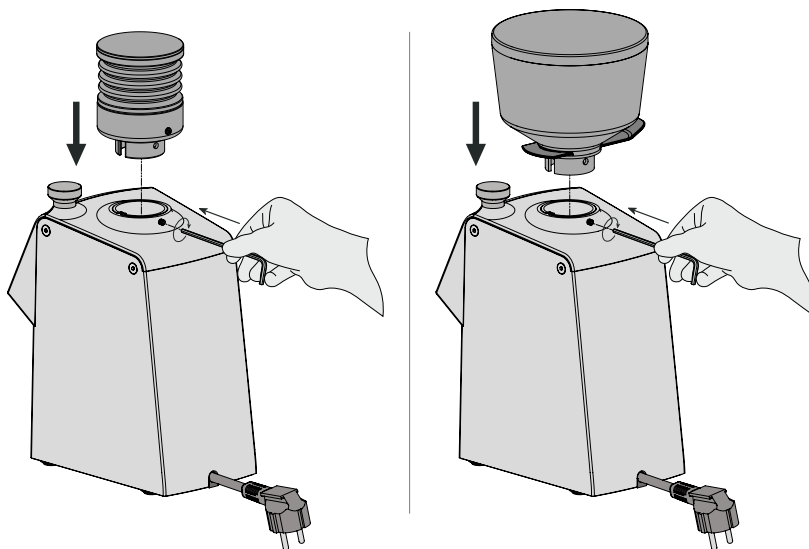

FIG. 3
Retirar el tornillo ④ de fijación de la tolva, introducir la tolva haciendo coincidir los agujeros y volver a poner el tornillo. (FIG.3)